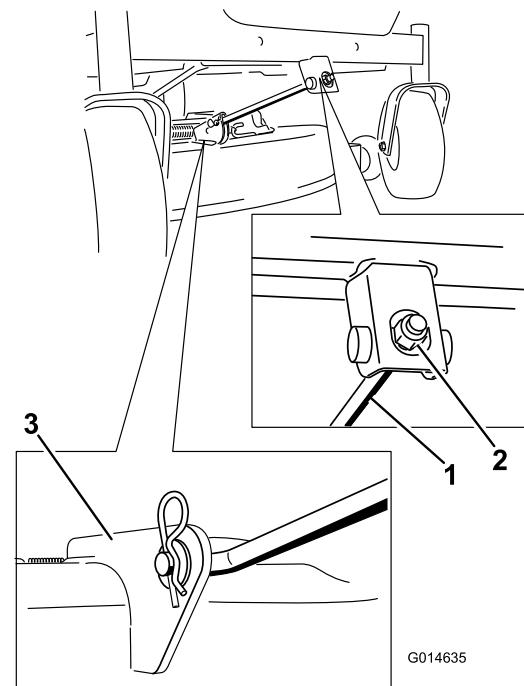

Figura 65
- 5. Rimuovete la coppia dall'asta di supporto frontale e rimuovete l'asta dalla staffa del piatto di taglio (Figura 65).
6. Montate l'asta di sostegno anteriore sul piatto di taglio con il perno con testa e la coppiglia a forcina (Figura 65).